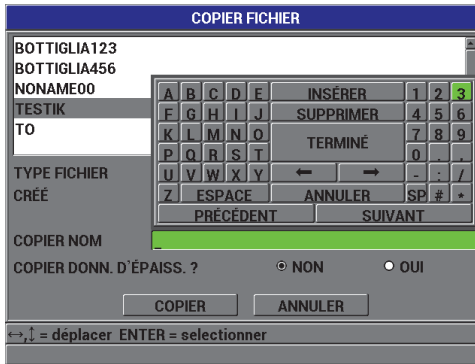

Figure 7-10 Copie d'un fichier
2. Dans l'écran **COPIER FICHIER** (voir la Figure 7-10 à la page 137), sélectionnez le fichier source dans la liste, et puis appuyez sur la touche **[ENTER]**.